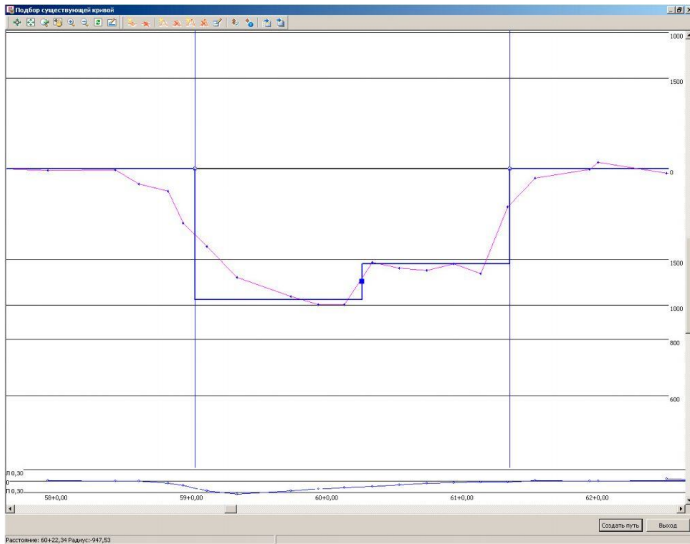

Рис.23. График кривизны
2. В пределах круговой кривой укажите точку перемены радиуса; программа разобьет одну круговую кривую на две (рис. 23).